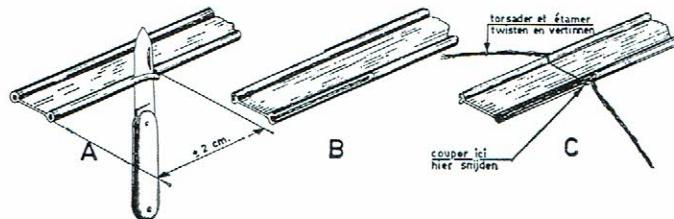

fig. 8
1. A l'aide d'un couteau, enlevez latéralement l'isolation de chaque conducteur sur une longueur de 1 à 2 cm. (fig. 8 A)
2. Dégarez les conducteurs en les repliant à 90° et coupez l'isolant central (fig. 8 B)
3. Torsadez les fils conducteurs et étamez-les fig. 8 C)